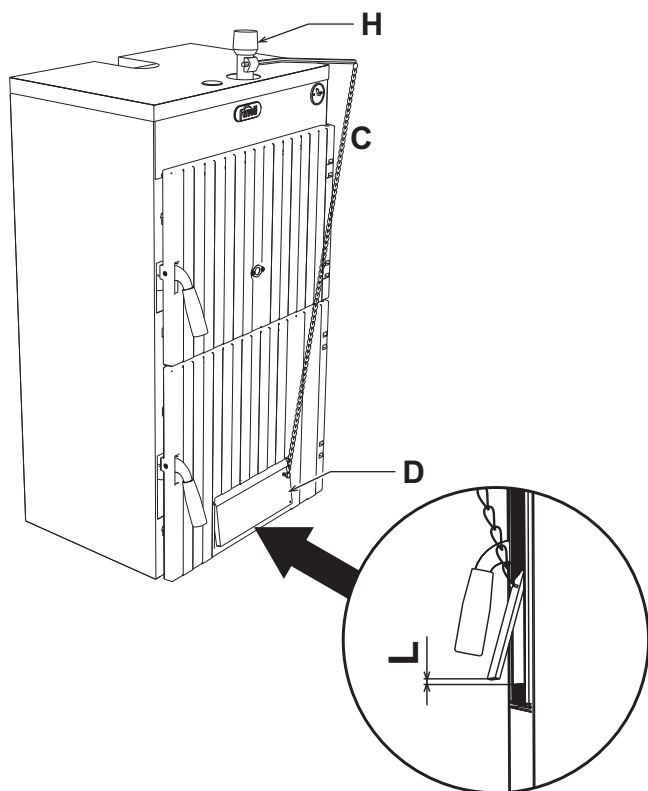

fig. 2 - Installazione
2. Montare il regolatore termostatico "H" fig. 2.
4. Regolare la vite di registro del portello di presa aria in modo che con portello in appoggio rimanga in ogni caso un passaggio aria di circa 1 - 2 mm massimo. Con caldaia fredda, posizionare il termostato di regolazione a 60°. Agganciare la catenella "C" all'apposito occhiello "D" del portello di presa aria, regolandone la lunghezza in modo che il passaggio d'aria "L" (fig. 2) sia circa 15 mm per "coke III" e 2 mm per "legno".